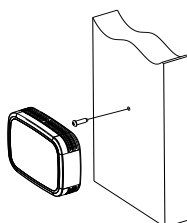
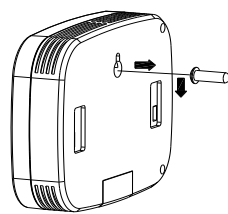

图 7
图 8
2.简易挂墙安装：如下图 7，在安装平面上钻一个安装孔，将螺丝锁于过孔内，注意螺帽要高于墙面至少 1-2mm，如下图 8，将背面的挂孔扣在螺帽上即可。注意：这种安装方式简单，但不够稳固，仅适用于特定应用中。